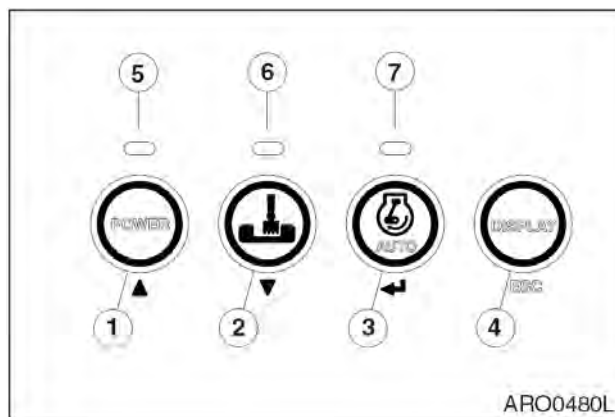

Рис. 51
1. Когда переключатель стартера установлен во включенное положение (ON), режим работы автоматически устанавливается в последнее заданное положение.
2. Следует выбрать надлежащий режим работы с помощью переключателей (2, рис. 51) до начала работы.
3. При нажатии переключателя режима работы (2, рис. 51) раздается звуковой сигнал. Переключение режима работы на режим выемки грунта (Digging Mode) или рытья траншей (Trenching Mode). При выборе режима рытья траншей загорится светодиодный индикатор (6, рис. 51). При выборе режима выемки грунта светодиодный индикатор (6, рис. 51) гаснет.
2. При включении стартера (ON) режим работы автоматически переключается в автоматический режим холостого хода (AUTO IDLE).
3. На активацию этой функции указывает горящий светодиод (7, рис. 51). Отключение этой функции осуществляется повторным нажатием кнопки выбора режима холостого хода (3, рис. 51). При этом светодиодный индикатор гаснет.